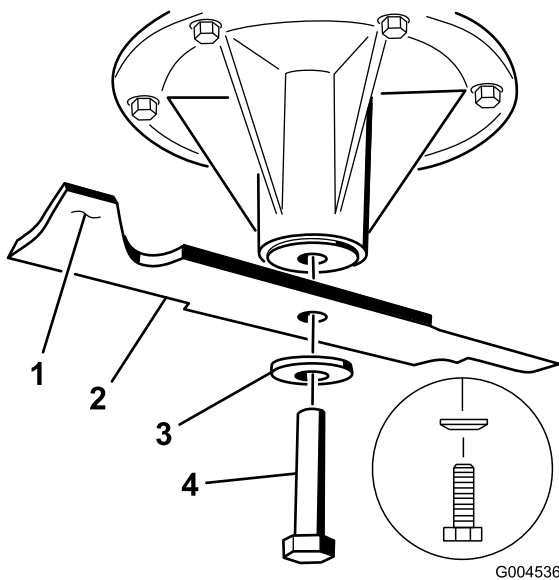

Figure 92
2. Enlevez de l'axe (dans le sens anti-horaire), le boulon, la rondelle bombée et la lame (Figure 92).